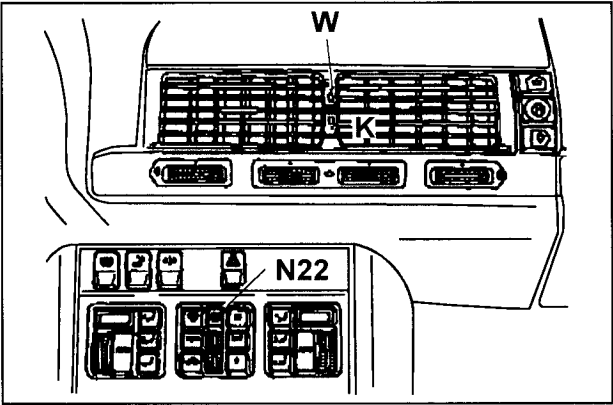

图 9-1-2 自动空调电脑(N22)
(1)打开中央风口时,系统处于暖风模式。可通过按红色按钮(W)接通暖风或按下蓝色按钮(K)切换至冷气,见图 9-1-2。